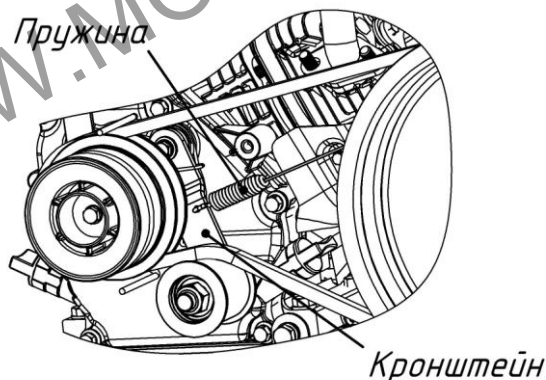

Рис.6. Зацепление троса сцепления с кронштейном.
– зацепите пружину троса сцепления за отверстие на кронштейне, затем заведите оболочку троса с металлическим упором в направляющую и зафиксируйте его в отверстии (рис.6).